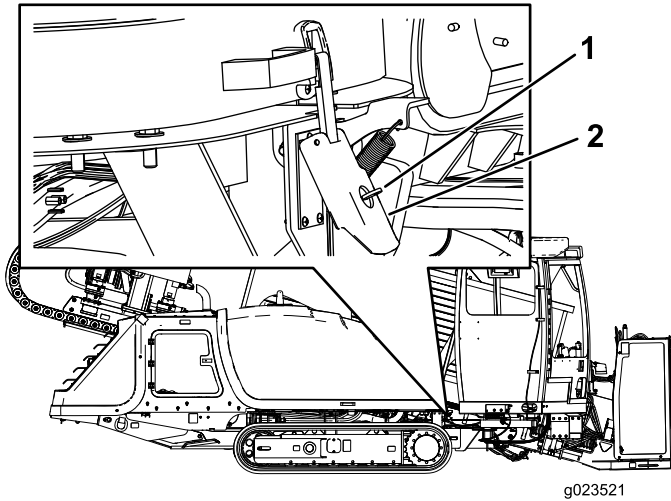

Figura 98
2. Levante o fecho como mostrado na Figura 98.
Nota: A chave deve estar na posição aberta (horizontal) como mostrado na Figura 98.